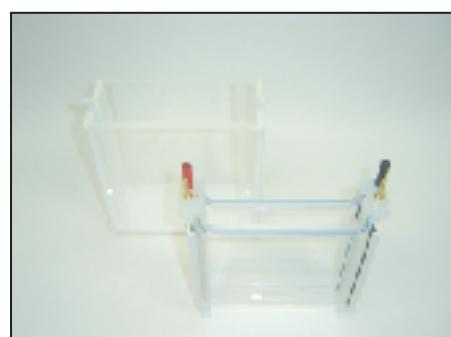

図 4
1. アッパーバッファーチャンバーの可動式カセットホルダー（リブームガイド R 側）を抜げ水平な所に置きます。また、セルベース内部側面に切り込み溝がある側を左側になるよう置きます。(図4) セルベースのストッパーは外側に向けておきます。